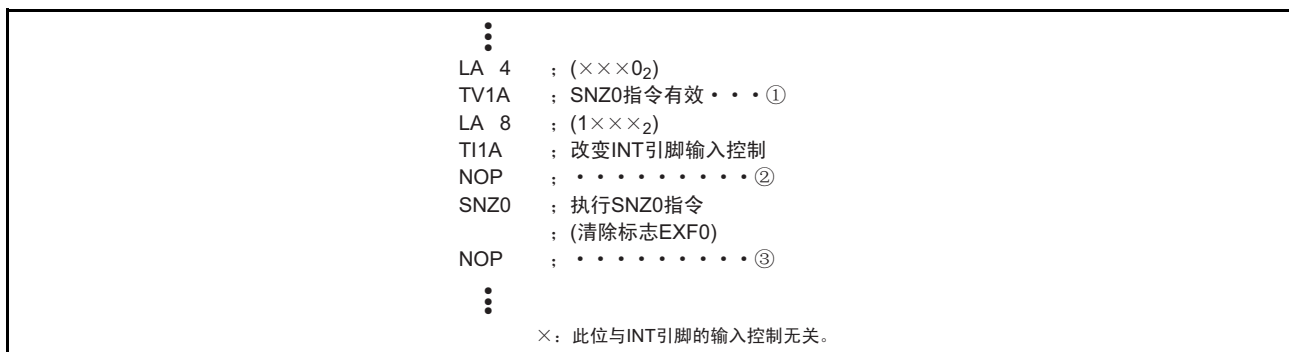

图 61 外部 0 的中断程序例 1
- 在更改寄存器 I1 的 bit3 的内容时，有时需要根据 P13/INT 引脚的输入状态将外部 0 的中断请求标志 (EXF0) 置 “1”。为了防止发生意外的中断，必须在将中断控制寄存器 V1 的 bit0 清 “0” (图 61 ①) 后更改寄存器 I1 的 bit3 的内容。而且，必须间隔一条或一条以上的指令后执行 (图 61 ②) SNZ0 指令，将标志 EXF0 清 “0”。另外，考虑到因 SNZ0 指令发生跳越的情况，必须在 SNZ0 指令后插入 NOP 指令 (图 61 ③)。